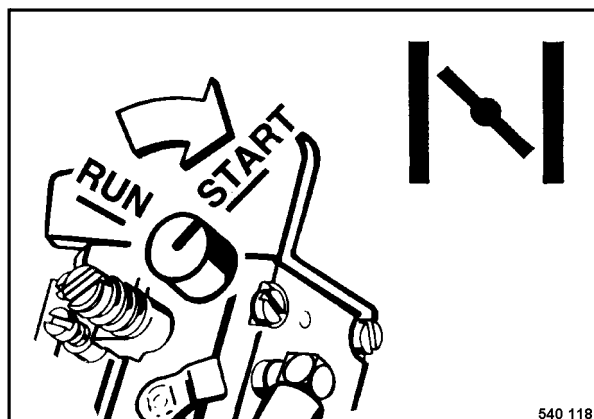

Fig. 4
- Cerrar la palomilla de arranque (Fig. 4), posición START o símbolo del estrangulador de aire.